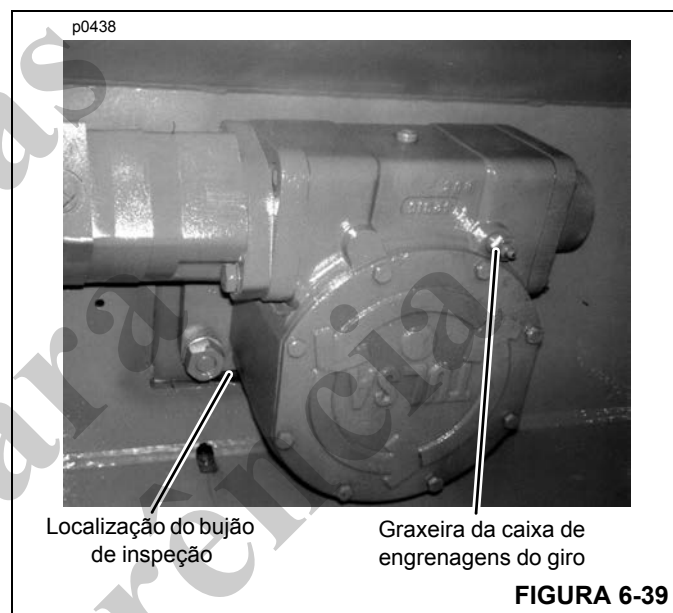

FIGURA 6-39
2. Limpe a graxeira e o bujão de verificação (Figura 6-39).